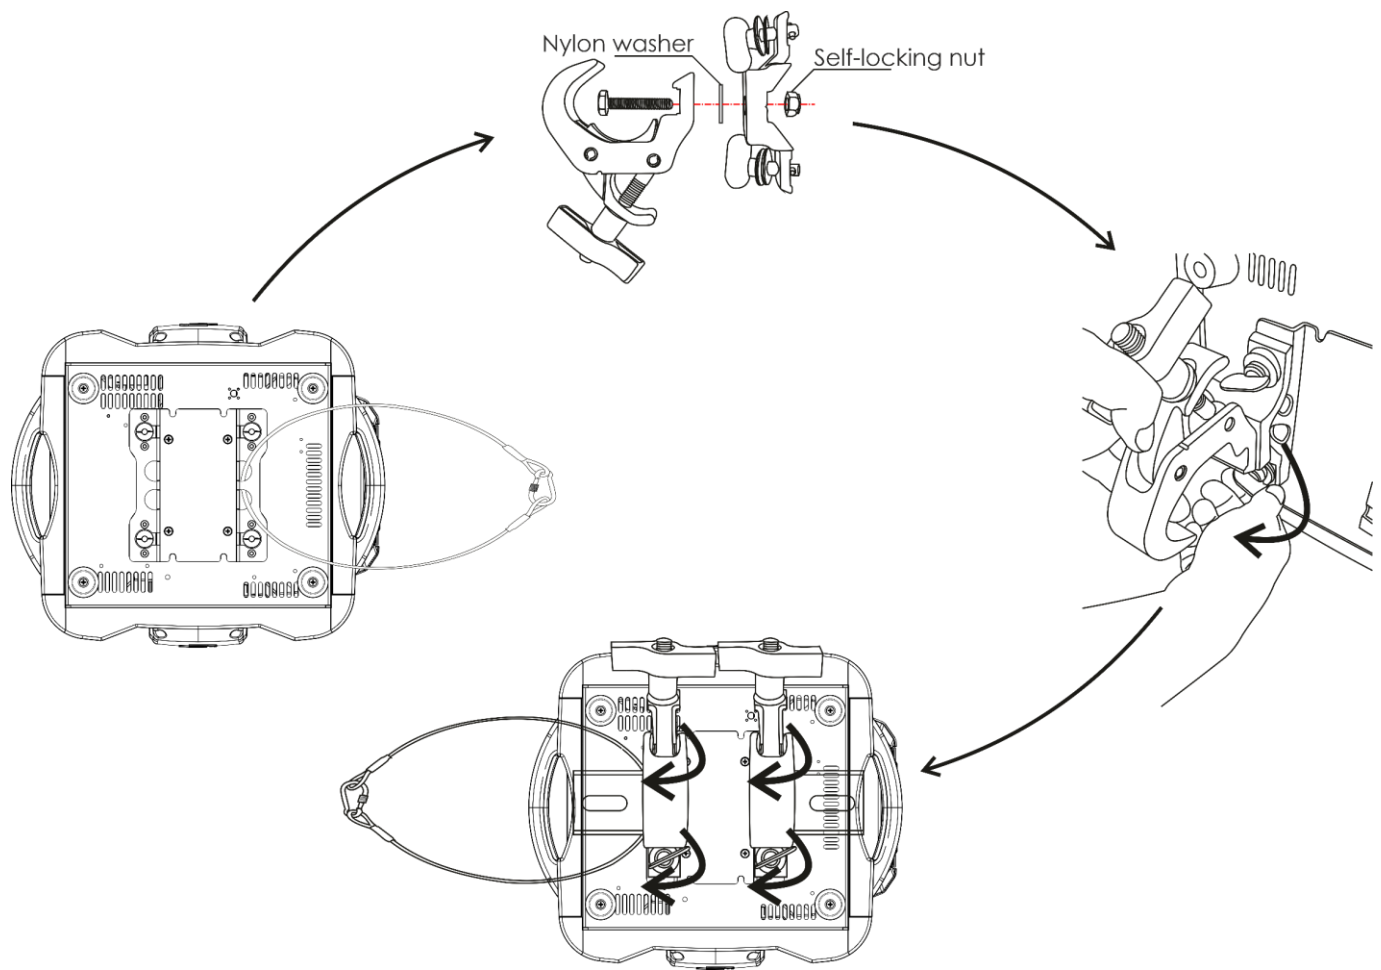

Fig. 08
- 01) Coloque los 2 soportes de enganche rápido suministrados en el dispositivo a través de los **orificios de montaje para los soportes de enganche rápido (15)**.
- 02) Instale las abrazaderas como se indica en la Fig. 08. Asegúrese de utilizar las abrazaderas apropiadas para colocar el dispositivo en un *truss*.
- 04) Sujete el dispositivo con una suspensión secundaria, por ejemplo, un cable de seguridad. Asegúrese de que la suspensión secundaria puede soportar 10 veces el peso del dispositivo. Si es posible, la suspensión secundaria debería conectarse a una estructura de soporte independiente de la suspensión primaria. Pase el cable de seguridad a través del **anillo de seguridad (14)** como se indica en la Fig. 08.